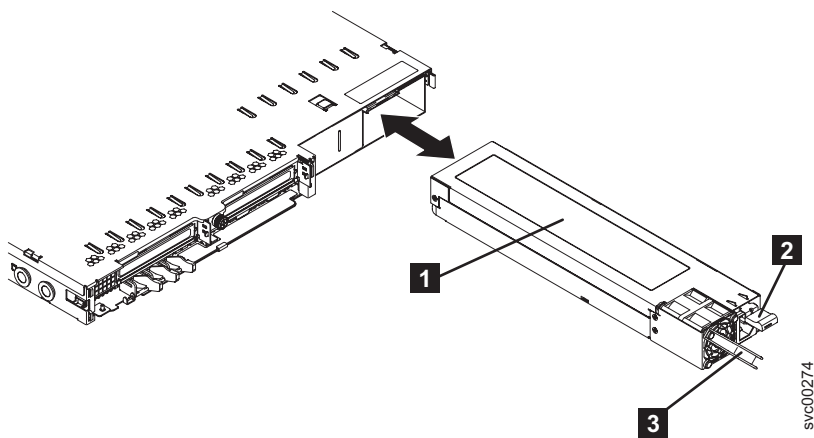

図 158. SAN ボリューム・コントローラー 2145-8G4 電源機構
1. 電源機構の後部のハンドルをつかんで (図 158 を参照)、所定の位置でカチッと音がするまで、電源機構をノードに向かって前方に完全にスライドさせます。